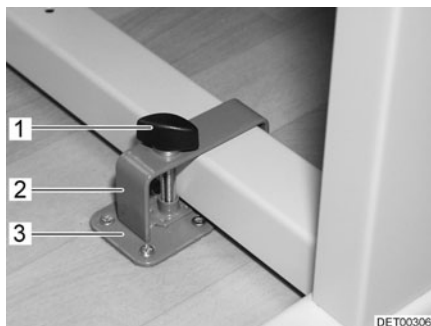
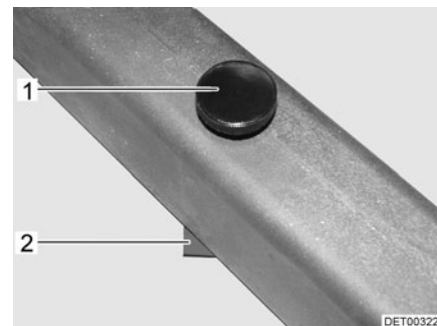

Fig. 73 Bloqueo mesa abatible con estribo
Fig. 74 Bloqueo mesa abatible sin estribo
- Colocar la mesa abatible junto a la sujeción (Fig. 73,3) o sobre la sujeción (Fig. 74,2).
- Colocar el estribo (Fig. 73,2) con el tornillo de sujeción (Fig. 73,1) sobre la pata de la mesa.
- Desplazar el estribo y de ser necesario la mesa abatible de tal manera que el tornillo de sujeción (Fig. 73,1 ó Fig. 74,1) pueda atornillarse en la sujeción (Fig. 73,3 ó Fig. 74,2).